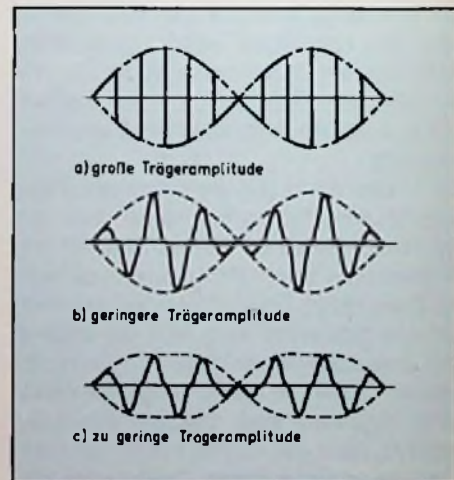

Bild 8.2: Ringmodulator-Ausgangssignale
b) Ist die Trägeramplitude zu klein (man vergleiche hierzu Bild 8.2 b mit Bild 8.2 a), so werden die Dioden nicht mehr satt durchgesteuert und die extreme Krümmung der Diodenkennlinie macht sich im Ausgangssignal durch einen „Knick“ bemerkbar! Auch in diesem Fall enthält das Ausgangssignal Modulationsprodukte höherer Ordnung. Ein noch weiteres Absenken der Trägerspannung hat sogar zur Folge (Bild 8.2c), daß auch das aufmodulierte Nf-Signal (man beachte die Hüllkurve) leidet, so daß zu den unerwünschten Oberschwingungen auch noch eine Nf-Verzerrung hinzukommt.